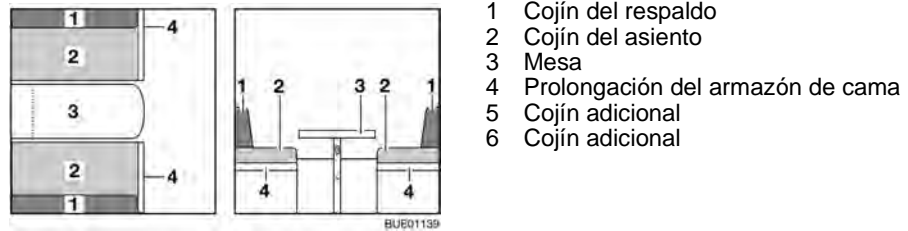

Fig. 88 Antes de la transformación
- Transformar la mesa (Fig. 88,3) en base de cama (véase apartado 6.11).
- Desplegar la prolongación del armazón de cama (Fig. 88,4).
- Quitar los cojines del respaldo (Fig. 88,1) y ponerlos a un lado.